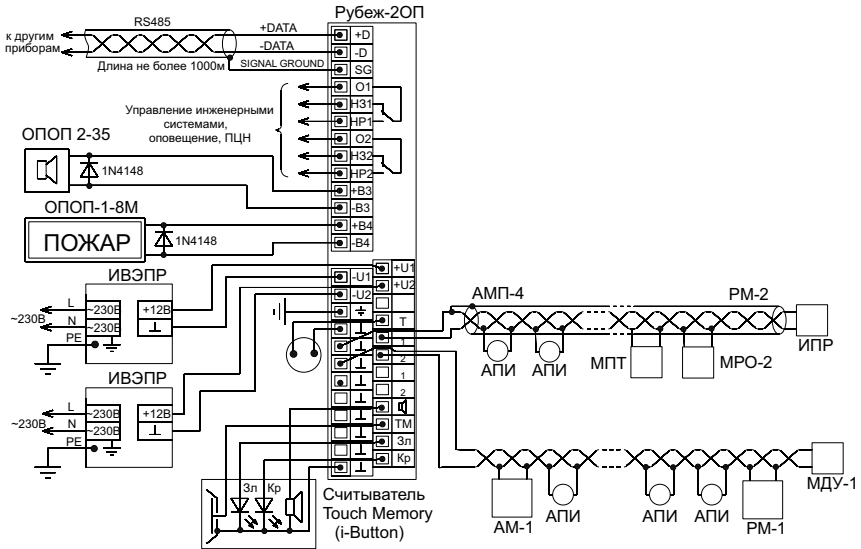

Рисунок 3. Пример схемы подключений к ПКП.
5. Произвести необходимые подключения к прибору (см. рисунок 3).
1. На ПКП есть два управляющих выхода «3» и «4». Данные выходы осуществляют контроль состояния цепи на короткое замыкание и обрыв (схему подключения к данным выходам смотри на рис. 3).